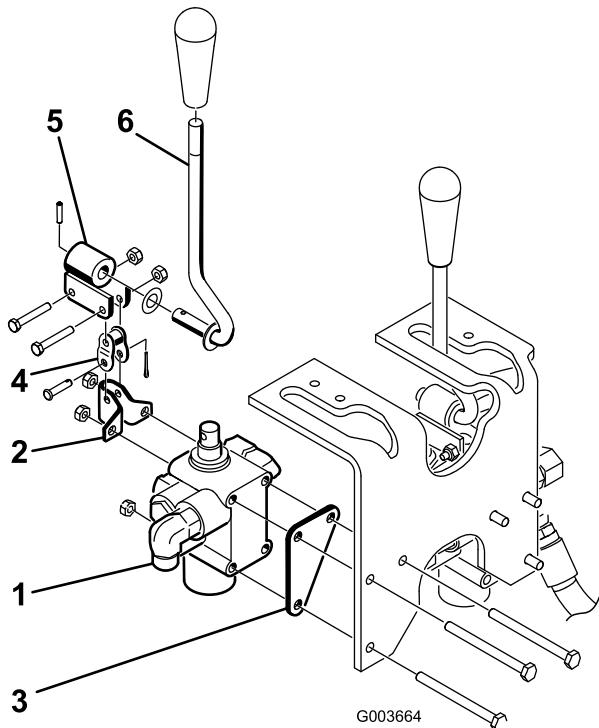

Figura 5
2. Monte el conjunto de la válvula, el soporte del pivote y la chapa de la válvula al bastidor con 3 pernos (1/4 x 3 pulg.) y 3 contratuerca (Figura 5). Posicione la chapa de la válvula contra la parte delantera del
3. Monte provisionalmente la palanca de pivote en el actuador de la válvula y en el eslabón de desplazamiento con 2 pernos (Nº 10 x 1-1/4 pulg.) y 2 contratueras (Figura 5). No los apriete todavía.